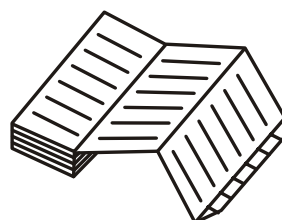

图 3
3. 拔下电池连接器并卸下固定电池安装板的 2 个螺钉。（图 3）
3. 如图 3 所示，从“开始”位置将记录纸插入卷筒。务必将印有刻度的一面朝外。